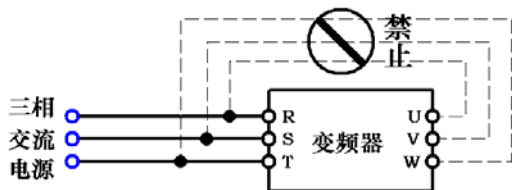

图 1-2
- **严禁**将交流电源接到变频器的输出端子 U、V、W 上，否则将会造成变频器的损坏，如图 1-2 所示。